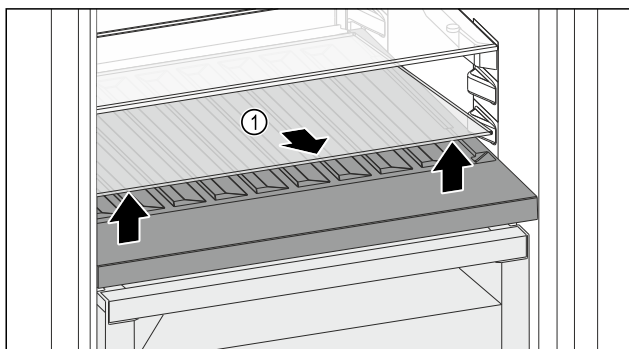

Fig. 146
- ▶ Skleněnou desku Fig. 146 (1) zvedněte za vybrání vpředu a vyjměte ji.
- ▶ Skleněnou desku Fig. 146 (1) uložte bezpečně mimo spotřebič.
- ▶ Skleněnou desku (2) vložte pod variabilní přihrádku na láhve.